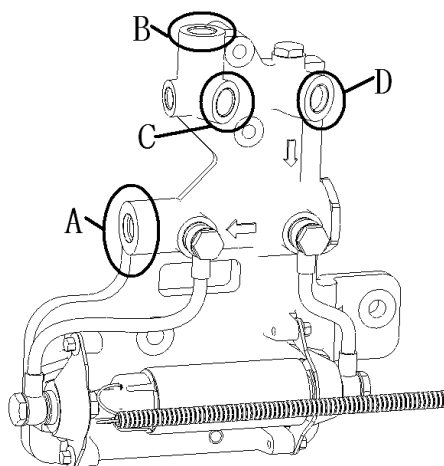
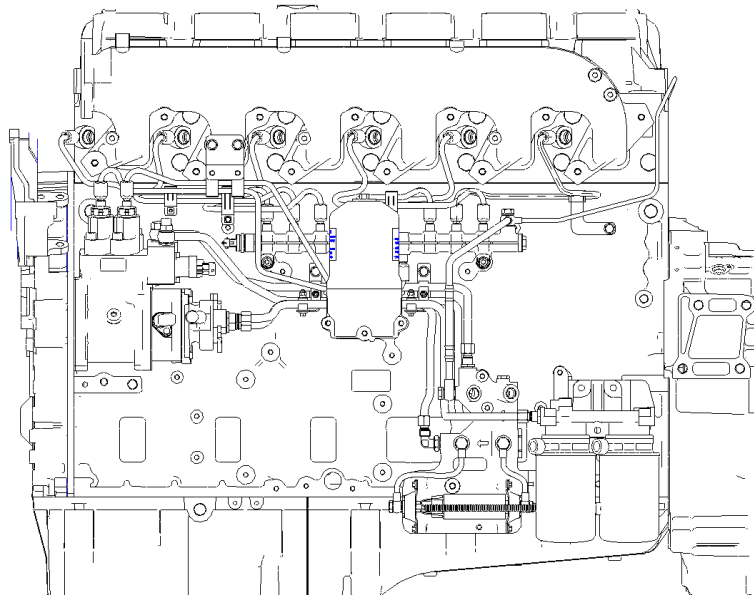

图 23 电动输油泵总成示意图
图24 燃油系统高低压管路布置示意图
8.31.6 用 4 个安装螺栓将飞轮壳辅助支架和电动输油泵一起固定在缸体上，M8 螺栓的拧紧力矩为  $27\text{ N}\cdot\text{m}\pm 3\text{ N}\cdot\text{m}$ ，M10 螺栓的拧紧力矩为  $50\text{ N}\cdot\text{m}\pm 5\text{ N}\cdot\text{m}$ 。在电动输油泵燃油出油口处（图 23 中 A 处）安装 1 个直角接头体（出口朝上），拧紧力矩为  $40\text{ N}\cdot\text{m}\pm 8\text{ N}\cdot\text{m}$ ；在图 24 中 B 处安装 1 个直通接头体带密封垫，C、D 处各安装 1 个整车用直通接头带密封垫，直通接头的拧紧力矩均为  $40\text{ N}\cdot\text{m}\pm 8\text{ N}\cdot\text{m}$ 。
发动机的燃油系统高低压管路布置示意图见图 24。